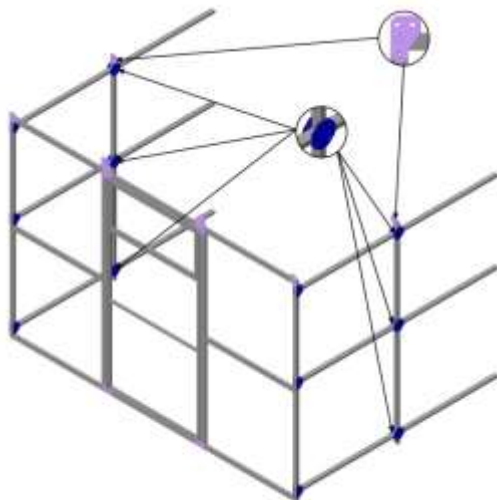

РИС. 10
4.2.3. Далее присоедините пластины к стойкам винтами М6×30, шайбами М6, гайками М6. Затем присоедините стойки к ранее собранному торцу крабом – Х, винтами М6×50, шайбами М6, гайками М6, одновременно присоединив следующие 6 соединителей (РИС. 10).